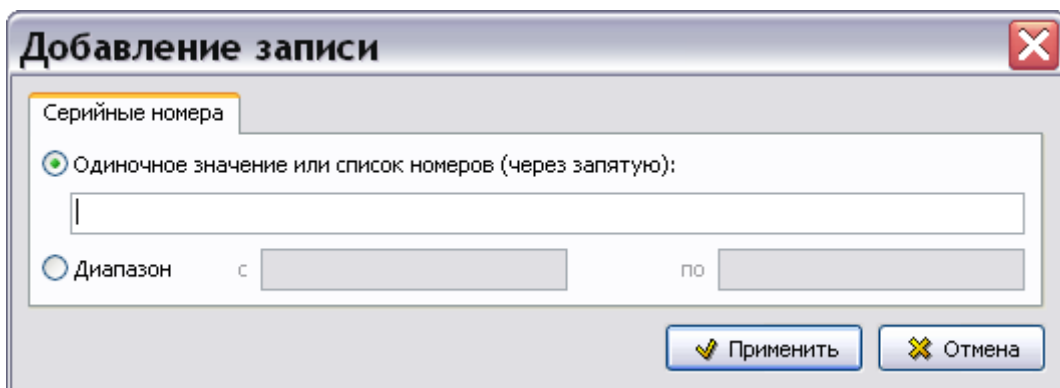

Рисунок 952
9) Для ввода серийных номеров нажмите на кнопку **Добавить**  в правой части окна. После этого откроется диалоговое окно **Добавление записи** с вкладкой **Серийные номера** (рисунок 952).